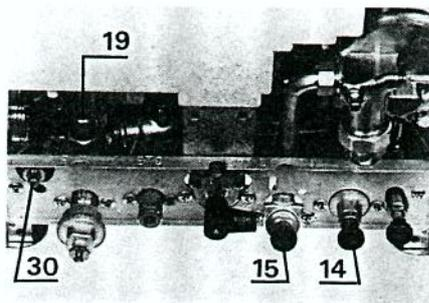

Fig. 20
- Ouvrir le robinet d'arrêt d'eau froide (15) (fig. 20).
2) Remplissage du circuit de chauffage (fig. 20)
- Vérifier que les deux robinets (14) et (19) du chauffage sont bien ouverts, ainsi que le robinet d'eau froide sanitaire (15).